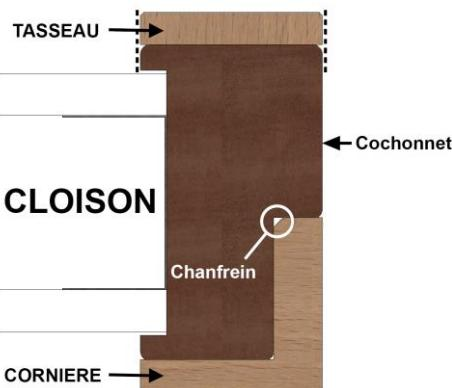

Figure 3
- a) Avec feuillure : figure 3
- **Cornière :** Retirer le film adhésif du double-face et emboîter la cornière au montant de l'huisserie en l'appuyant contre, côté le plus court en fond de feuillure contre le cochonnet (voir **figures 3 & 4** à la page 9).
- **Tasseau sur parement :** Retirer le film adhésif du double-face et positionner le tasseau d'habillage de manière à ce qu'il soit affleurant aux bords de l'huisserie (voir **figures 3 & 5** à la page 9).
- **Tasseau sur parement :** Retirer le film adhésif du double face et positionner le tasseau d'habillage sur le parement de la traverse de manière à ce qu'il soit affleurant aux bords de l'huisserie en l'insérant entre les deux autres tasseaux déjà en place sur les montants (voir figures 3 & 5 à la page 9).
- **Cornière :** Retirer le film adhésif du double-face et insérer la cornière d'habillage entre les deux autres cornières déjà en place sur les montants, en l'emboitant à l'angle de la traverse côté double face recouvrant ainsi le parement et comblant la feuillure de l'huisserie existante (voir **figures 3 & 4** à la page 9).